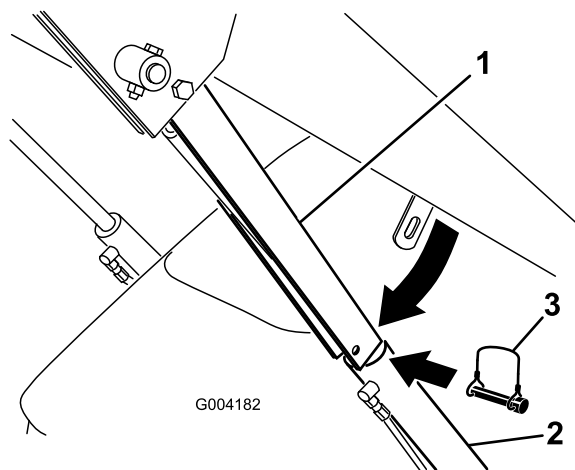

Figura 24
4. Rimuovere l'acciarino che assicura il blocco del cilindro al braccio cariatore (Figura 24).
5. Abbassare il blocco del cilindro sull'asta e fissatelo con l'acciarino (Figura 24).